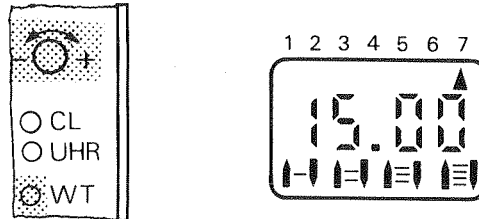

Abb. 35
2. Taste „WT“ drücken, und gleichzeitig Einstell-Drehknopf „-“/“+“ nach links oder rechts drehen bis „▲“ in der Anzeige auf „7“ (= Sonntag) zeigt (Abb. 35).